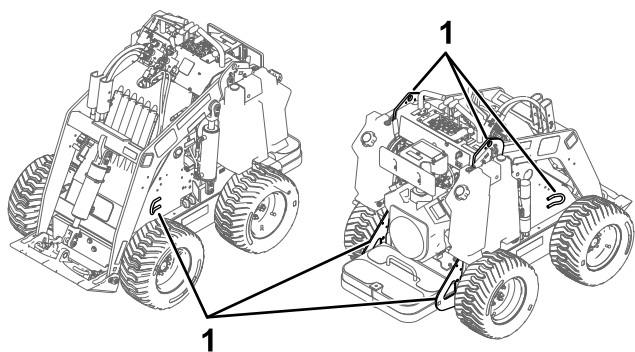

Рисунок 14
8. Используя металлические скобы для фиксации на машине, надежно прикрепите машину к прицепу или грузовику с помощью стропов, цепей, троса или веревок (Рисунок 14). Изучите местные нормативные документы по требованиям к креплению оборудования.